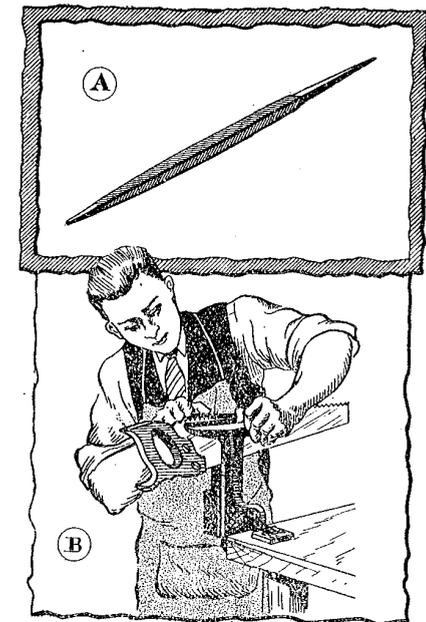

Figure 24
B) Un tiers-point (fig. 24) à taille simple, très couchée.